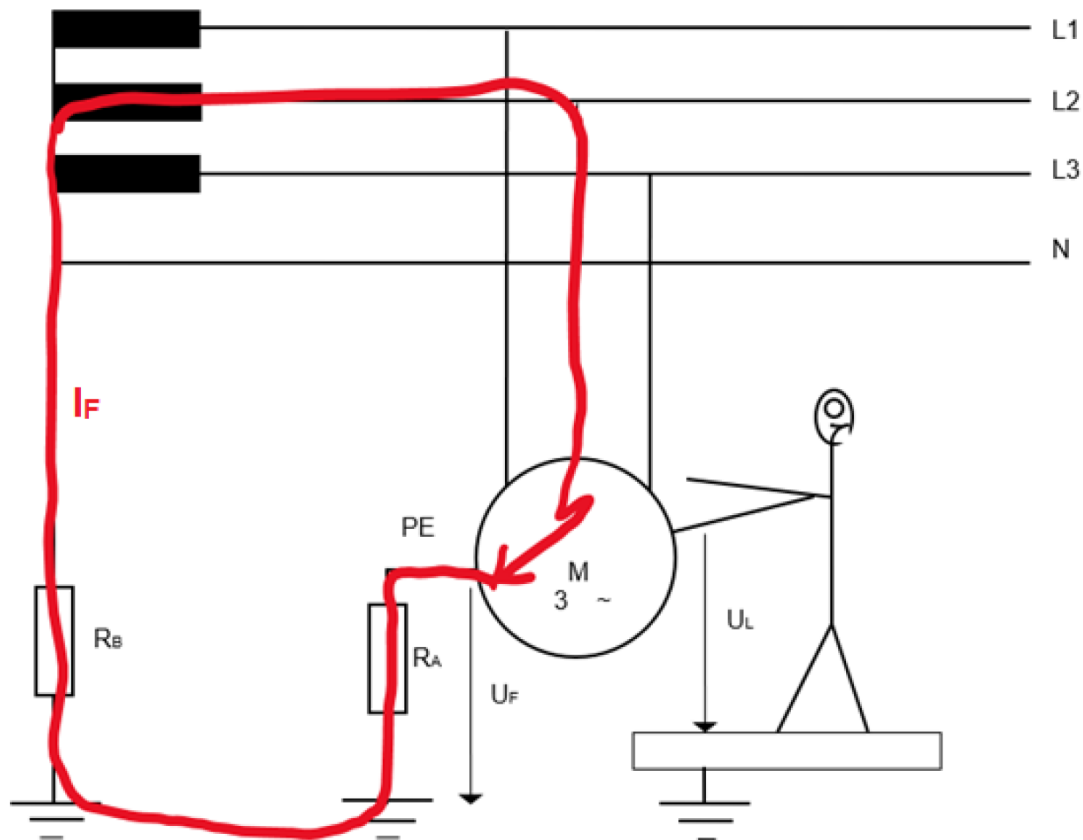

Abbildung 5 TT-System mit einem Körperschluss
d) Erläutern Sie die Darstellung des Netzsystems in Abbildung 5.